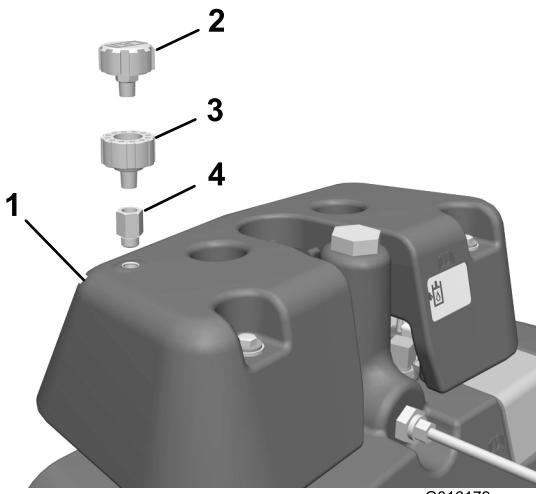

Figura 9
34. Installate raccordo idraulico, adattatore sfiatatoio e sfiatatoio sul serbatoio del rivelatore di perdite mostrato in (Figura 9).